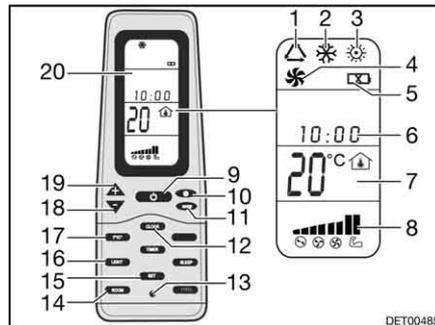

Fig. 198 Mando a distancia
- Pulsar la tecla ON/OFF (Fig. 198,9).
- Pulsar la tecla "Mode" (Fig. 198,11) las veces que sean necesarias hasta que se visualice el modo de funcionamiento deseado (Fig. 198,1, 2, 3 ó 4) en el display (Fig. 198,20).
- Ajustar la temperatura deseada con las teclas "+" (Fig. 198,19) y "-" (Fig. 198,18).
- Seleccionar la etapa deseada del ventilador con la tecla Velocidad del ventilador (Fig. 198,10).
Desconectar: ■ Pulsar la tecla ON/OFF (Fig. 198,9).